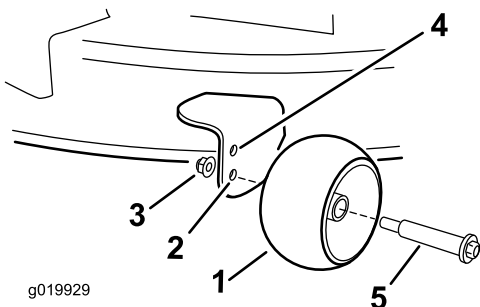

Figura 26
- Taladro superior – utilice esta posición cuando la carcasa de corte está en la posición de altura de corte de 63 mm (2½") o menos (**Figura 26**).
- Taladro inferior – utilice esta posición cuando la carcasa de corte está en la posición de altura de corte de 76 mm (3") o más (**Figura 26**).